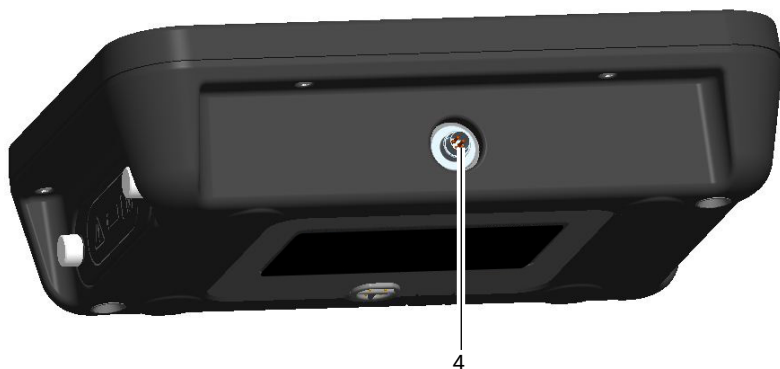

図 3: ADTSTOUCH のアンビリカルケーブルコネクター
- アンビリカルケーブルを使ってADTSTOUCHコネクタ(4)(図3を参照)をADTSに接続する。